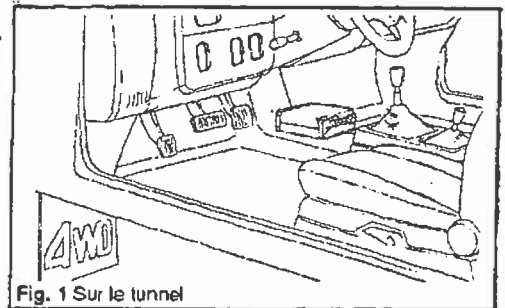
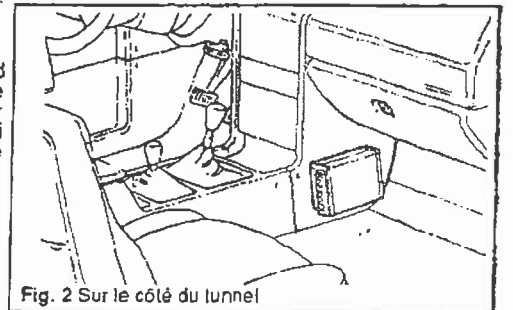
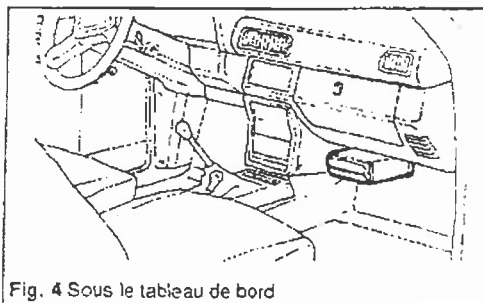
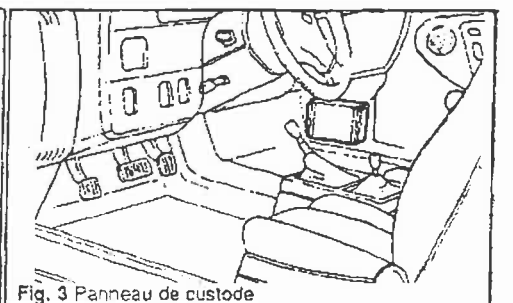

Fig. 1 Sur le tunnel
Fig. 2 Sur le côté du tunnel
Fig. 4 Sous le tableau de bord
Fig. 3 Panneau de custode
Les trois endroits recommandés sont: (1) sur le tunnel (fig. 1), (2) sur le côté passager du tunnel (fig. 2) et, (3) sur le panneau de custode, côté passager (fig. 3), (4) sous le tableau de bord (fig. 4) (seulement s'il y a un cadre en métal).